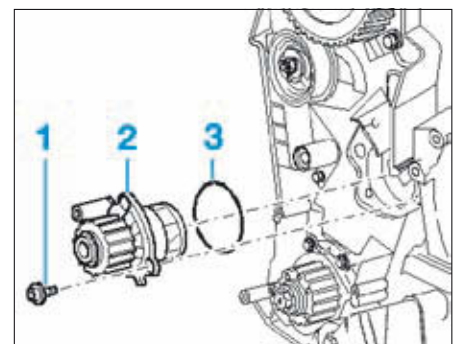

FIG. 19
- les vis de fixation (1) de la pompe à eau (2) (Fig.19).